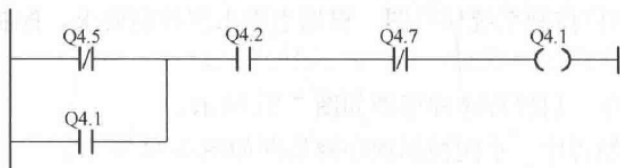

图 5-38 水泵启停控制程序梯形图
6) 水泵启停控制程序。水泵启停控制程序梯形图如图 5-38 所示。